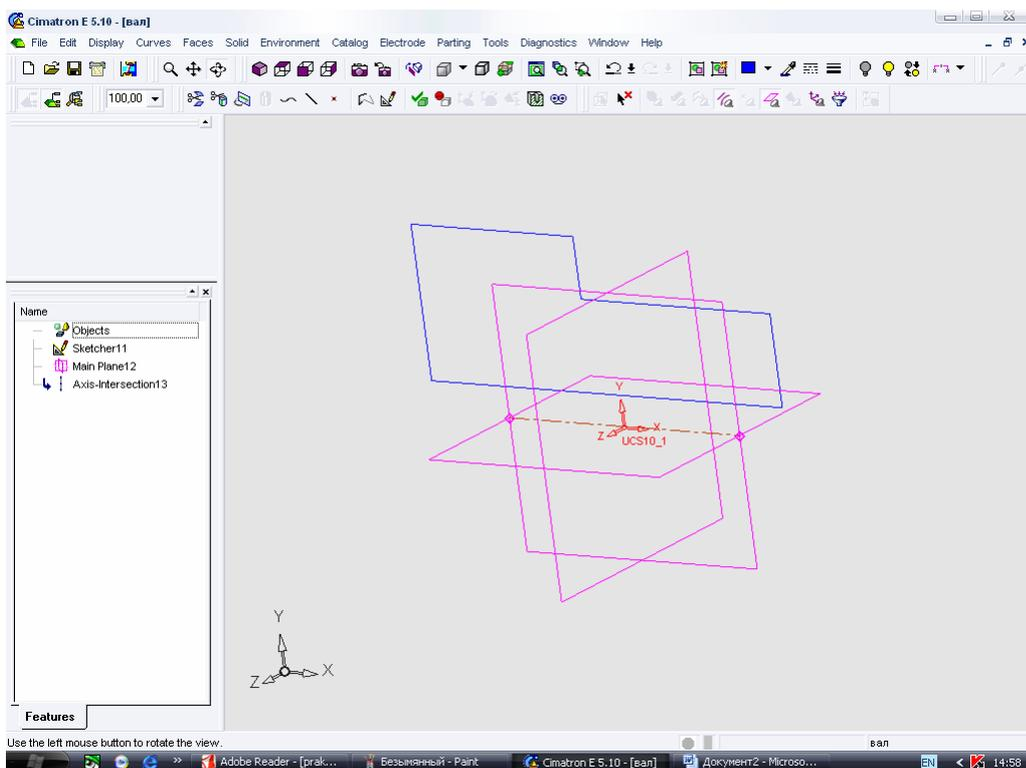

Рисунок 4 - Выбор оси вращения контура
3. Для построения оси вращения контура выбираем Environment > Axis > Intersection. Отмечаем поочередно курсором главные плоскости XY и ZY. Появляется линия их пересечения (рисунок 4).